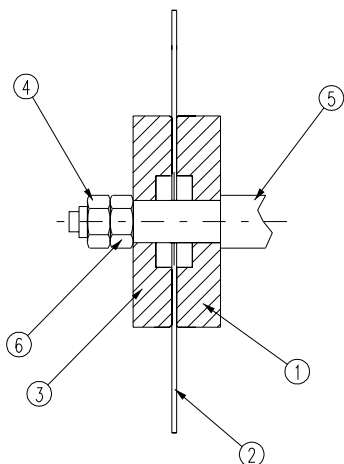

FIG.2
- f. Rimuovere la controflangia (3, Fig. 2), estrarre il disco ed infilare quello nuovo sulla flangia (1, Fig. 2). Fare attenzione alla direzione di rotazione indicata sul disco. Quindi fissare di nuovo la controflangia (3, Fig. 2);
- g. Serrare nuovamente il primo dado di fissaggio del disco (6, Fig. 2) con le due chiavi (19 mm e 8 mm), serrare poi il controdado usando le due chiavi di 19 mm (4, Fig. 2);